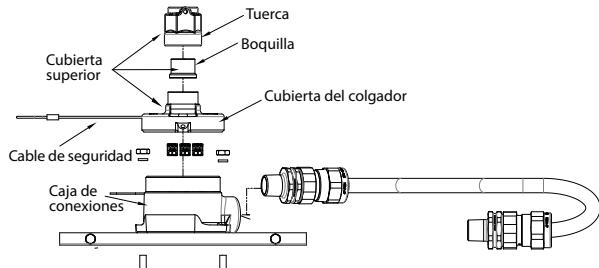

Imagen 11
10. Retire la cubierta superior de la caja de conexiones (ver Imagen 11).
14. Una vez que la tuerca esté bien ajustada, atornille la cubierta superior en el soporte del conducto hasta que el conducto y la boquilla estén completamente unidos (ver Imagen 11).
21. Ajuste los tres (3) tornillos de fijación en la tuerca.